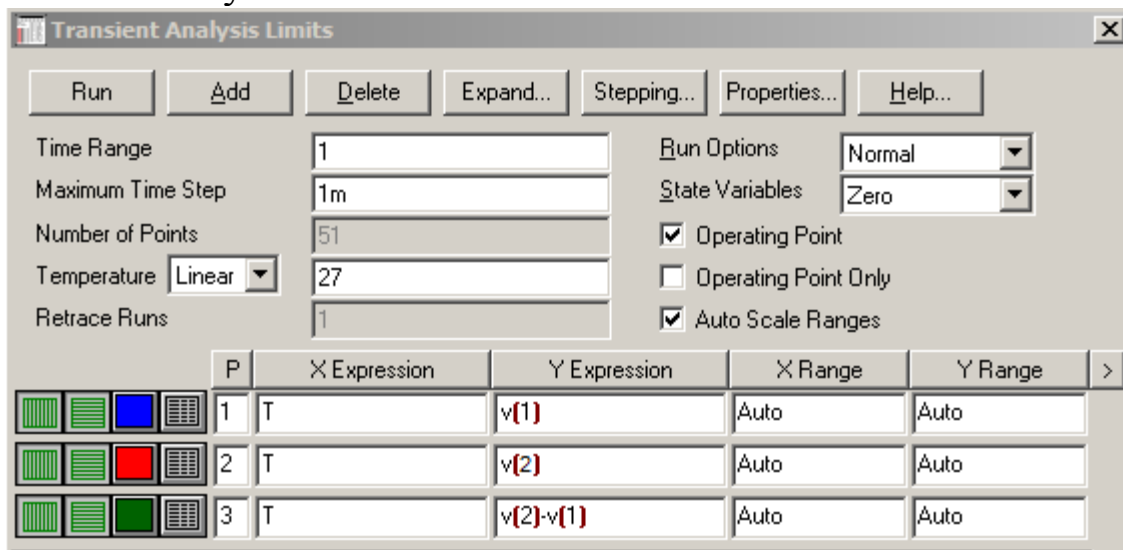

Рисунок 16. Добавление анализируемого параметра
8. Определите $U_{обр}$ - максимальное напряжение на диоде между точками 1 и 2. Для этого нажмите клавишу «Add» и добавьте в анализ разницу напряжений между точками 1 и 2 $v(2)-v(1)$, как показано на рис. 16. Нажмите клавишу «Run».